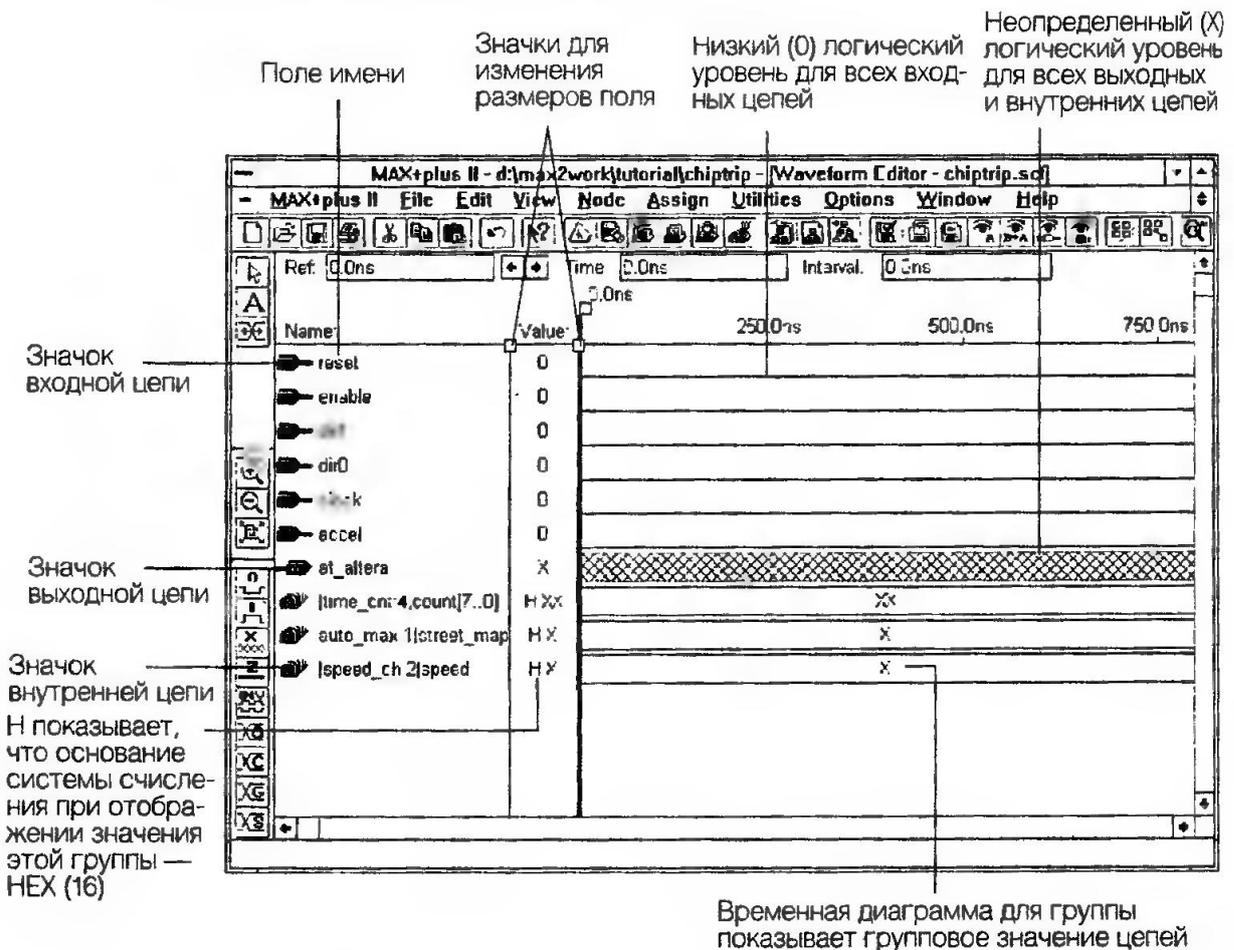

Рис. 2.54
16. Нажмите **OK**. Редактор временных диаграмм добавит выбранные цепи и группы в SCF файл без названия. Все временные диаграммы для входных цепей по умолчанию имеют низкий (0) логический уровень, и все временные диаграммы для выходных и внутренних цепей по умолчанию имеют неопределенный (X) логический уровень, как показано на рис. 2.54.
1. Нажмите кнопку 1 на значке выходной группы ticket[3..0], как показано на рис. 2.54.